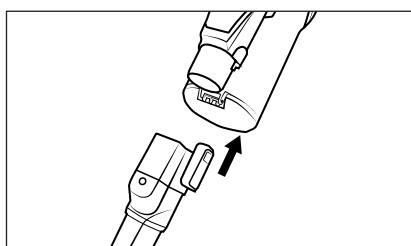

Fig. 14
- ◆ Sæt tilbehøret på sugerøret **23** eller produktets sugeåbning, indtil det klikker hørbart på plads (se fig. 14). Vær opmærksom på, at låsen har den rigtige stilling.